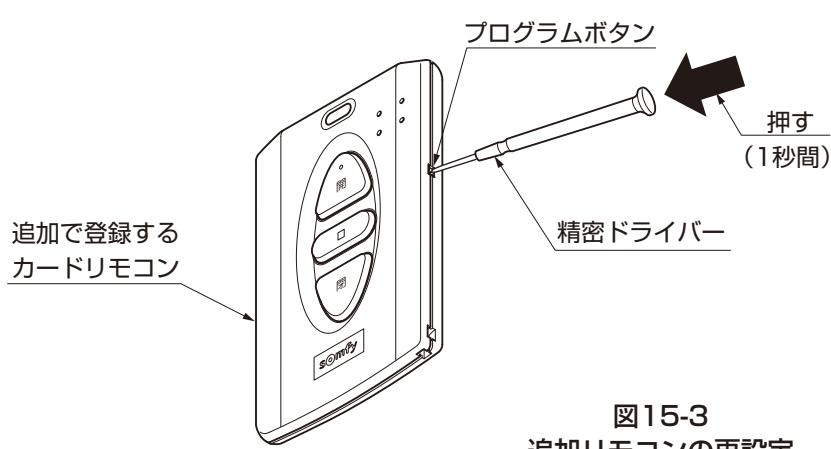

図15-3
- 追加で登録するカードリモコンのプログラムボタンを、シャッターが小さく上下に動くまで、精密ドライバーなどで約1秒押して再設定してください。（図15-3参照）